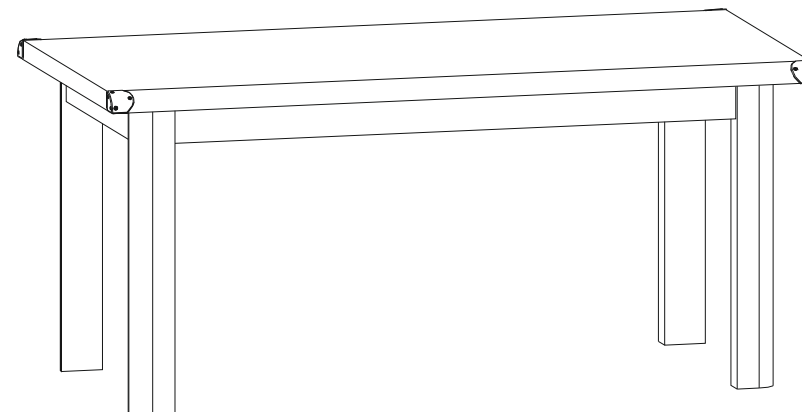

Рис. 2
5.2 В отверстия диаметром 8 мм на верхних кромках планок цокольных 4 и 5 вбить деревянные шканты f1 (см.рис. 2).
5.3 В отверстия диаметром 5 мм на нижней поверхности щита верхнего 1 вкрутить винты стяжки r16, пользуясь крестообразной отверткой (см.рис. 2).
5.4 На внутренних поверхностях планок цокольных 4 и 5 в отверстия диаметром 15 мм вставить стяжки эксцентриковые r3 (см.рис. 2).
5.10 На нижних кромках ножек 2, 3 установить опоры (подпятники) k1 (см. рис. 2).